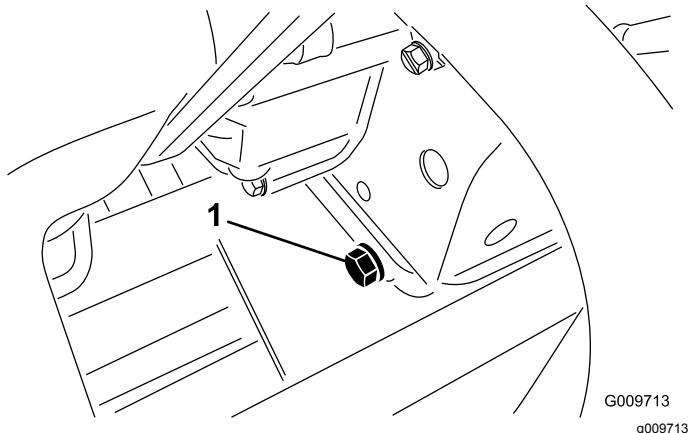

Figura 36
- Togliete il tappo di spurgo posteriore (Figura 36) e lasciate defluire l'olio in una bacinella. Quando l'olio cessa di defluire, rimontate il tappo.